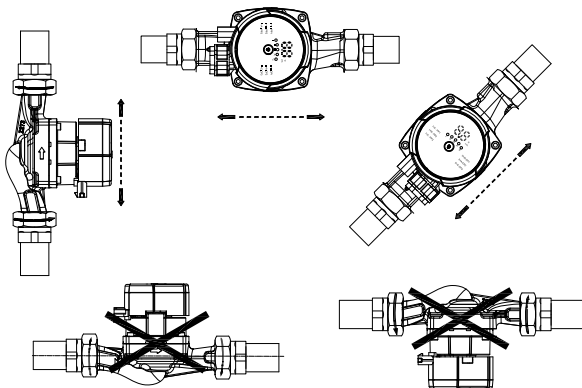

Рис. 5 Розташування насоса
1. Насос завжди слід встановлювати так, щоб вал двигуна був горизонтальним відносно землі. (Див. рис. 5)
2. Голову насоса можна розташувати в будь-якому з 4 доступних положень. Інформацію про зміну положення головки див. у розділі «Зміна положення головки насоса». Приклади правильного встановлення насоса показано на рис. 5.